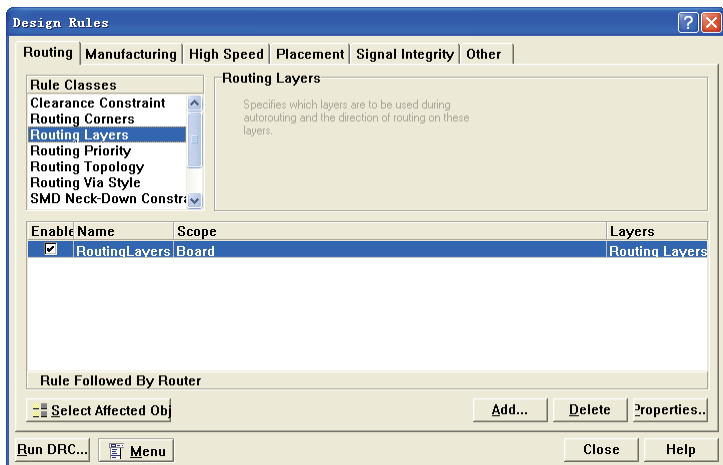

图 8-118 设计规则属性对话框
(1) 执行“Design”→“Rules...”菜单命令，选取“Routing”部分下的“Routing Layers”选项，再选取 Routing Layers 项，则对话框右边列出该设计规则的属性，如图 8-118 所示。
(2) 单击 **Close** 按钮，关闭该对话框。